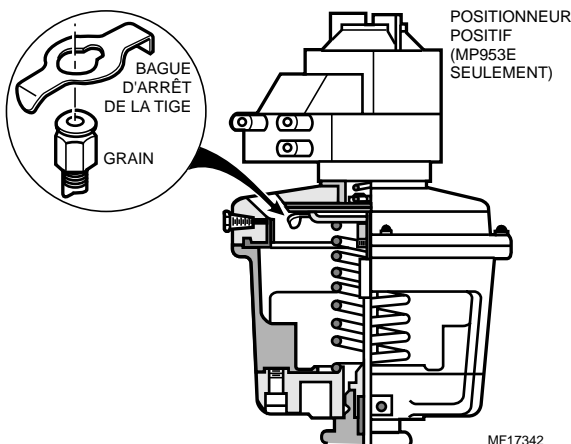

Fig. 5. Actionneur MP953C ou E raccordé au grain.
1. Desserrer les deux vis sans tête à la base de l'actionneur (voir la Fig. 5).